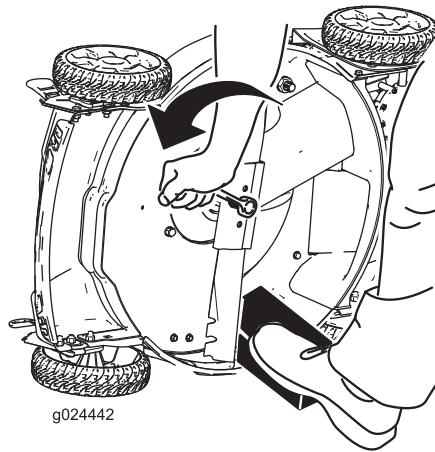

Figura 24
3. Utilice un bloque de madera para inmovilizar la cuchilla (Figura 24).